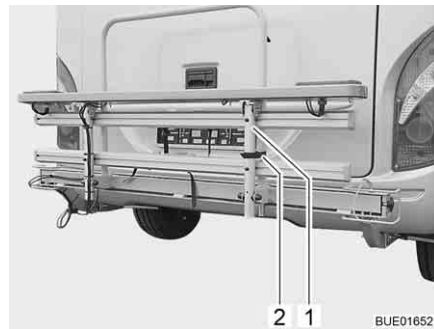

Fig. 1 Portabicicletas (plegado)
- Soltar la correa (Fig. 1,2) y plegar hacia abajo el estribo (Fig. 1,1).